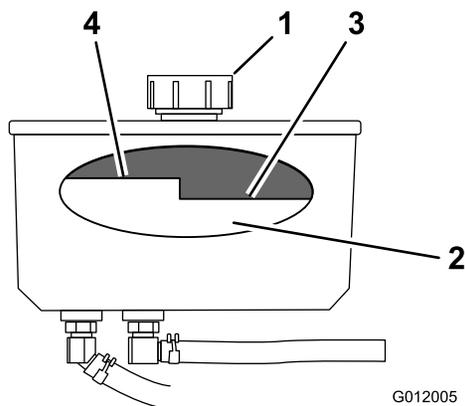

Figura 72
4. Limpie alrededor del cuello de llenado y el tapón del depósito de aceite hidráulico (Figura 72).
5. Retire el tapón del cuello de llenado. Mire dentro para comprobar el nivel de aceite en el depósito. (Figura 72).